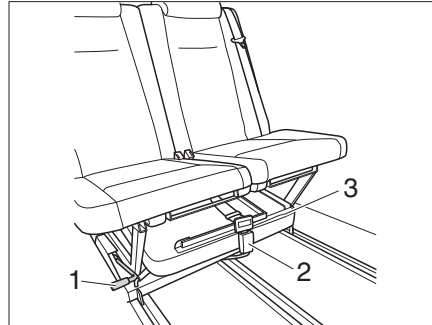

Bild 2 Sitzbank verschieben
- Gurtschloss (Bild 2,2) öffnen und Bettverlängerung (Bild 2,3) herausnehmen.
- Positionierungshebel (Bild 2,1) ziehen und Sitzbank nach vorne schieben.